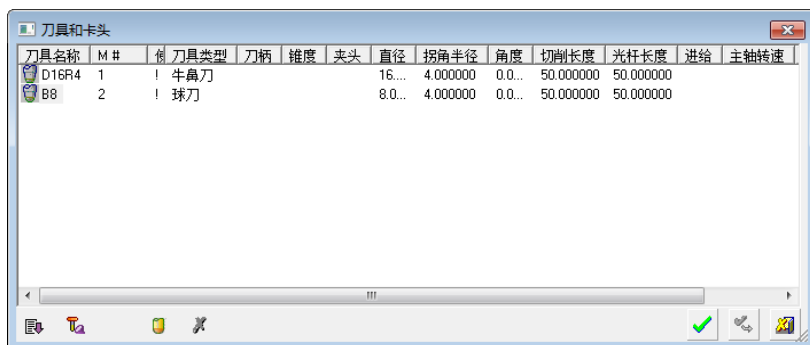

图 5-96 “刀具和卡头”对话框 (6)
2) 选择刀具。单击“刀具和夹头”按钮, 弹出“刀具和卡头”对话框 (6), 选择 B8 球刀, 如图 5-96 所示。